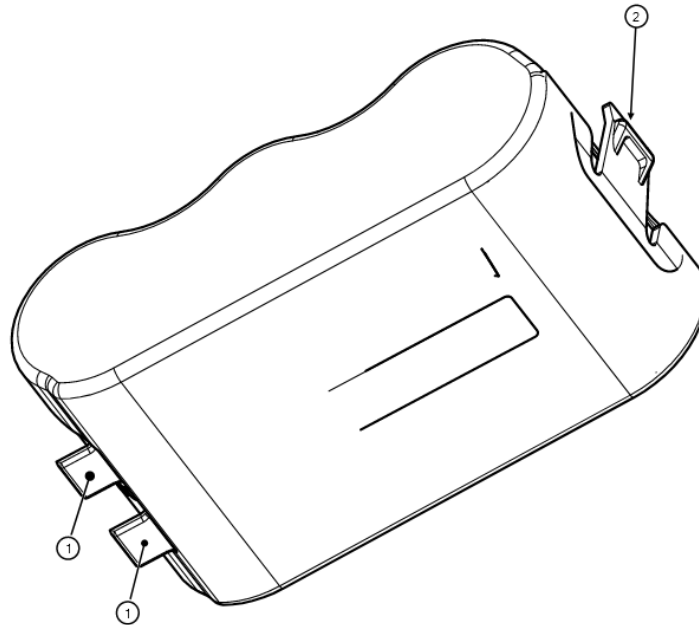

Abbildung 6: Batteriepakete einlegen
Status-LED	Zustand LED (siehe abbildung 6)
- Die Encoder-Status-LED zeigt dann den Zustand der Encoder-Initialisierung an (siehe Tabelle 7 und Abbildung 6).
Beim Einsetzen der Batteriepaket ist es wichtig, dass die Laschen (siehe Abbildung 6, Pos. 1) richtig eingesetzt sind und die Lasche (siehe Abbildung 6, Pos. 2) mit einem Klick im Gehäuse gesichert ist.